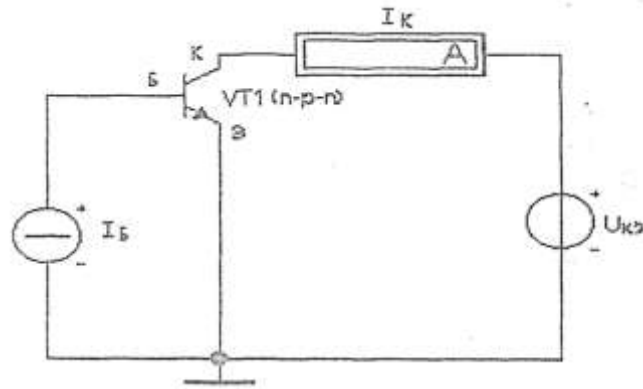

Рисунок 2.2. Схема для снятия выходной характеристики биполярного транзистора при постоянном значении тока базы
2. Снять выходную характеристику $I_K=f(U_{KЭ})$, при постоянном значении тока базы I_B (рис.2.2).